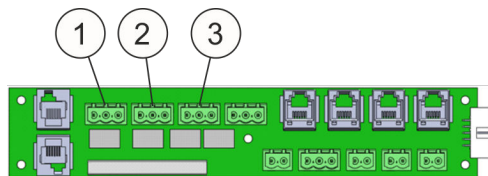

Fig. 65: Morsetti di collegamento
- Morsetto di collegamento per uscita relè "Preallarme" (Fig. 65/1)
- Morsetto di collegamento per uscita relè "Allarme incendio" (Fig. 65/2)
- Morsetto di collegamento per uscita relè "Estinzione" (Fig. 65/3)